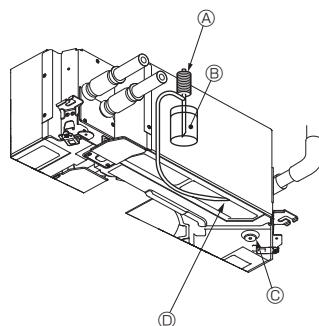

Fig. 7-5
7.4. Έλεγχος αποστράγγισης (Fig. 7-5)